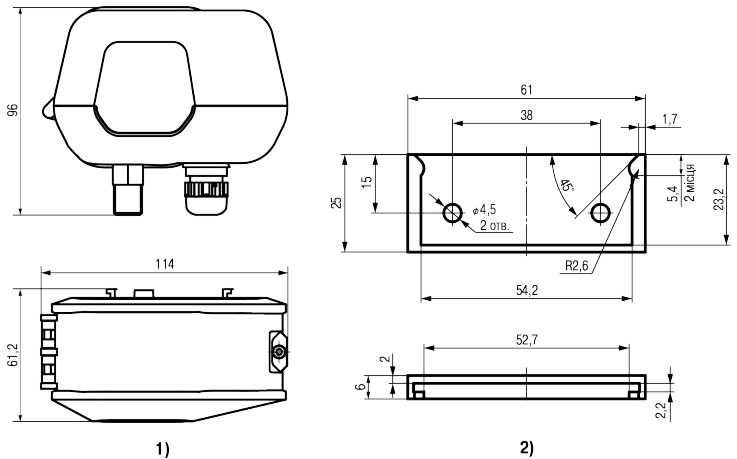

Рисунок 4.1 – Габаритні та приєднувальні розміри пристрою (1) та кронштейна (2)
Габаритні та установчі розміри	Див. рисунок 4.1
- габаритні і приєднувальні розміри на технологічному об'єкті відповідають розмірам пристрою (див. *рисунок 4.1*);